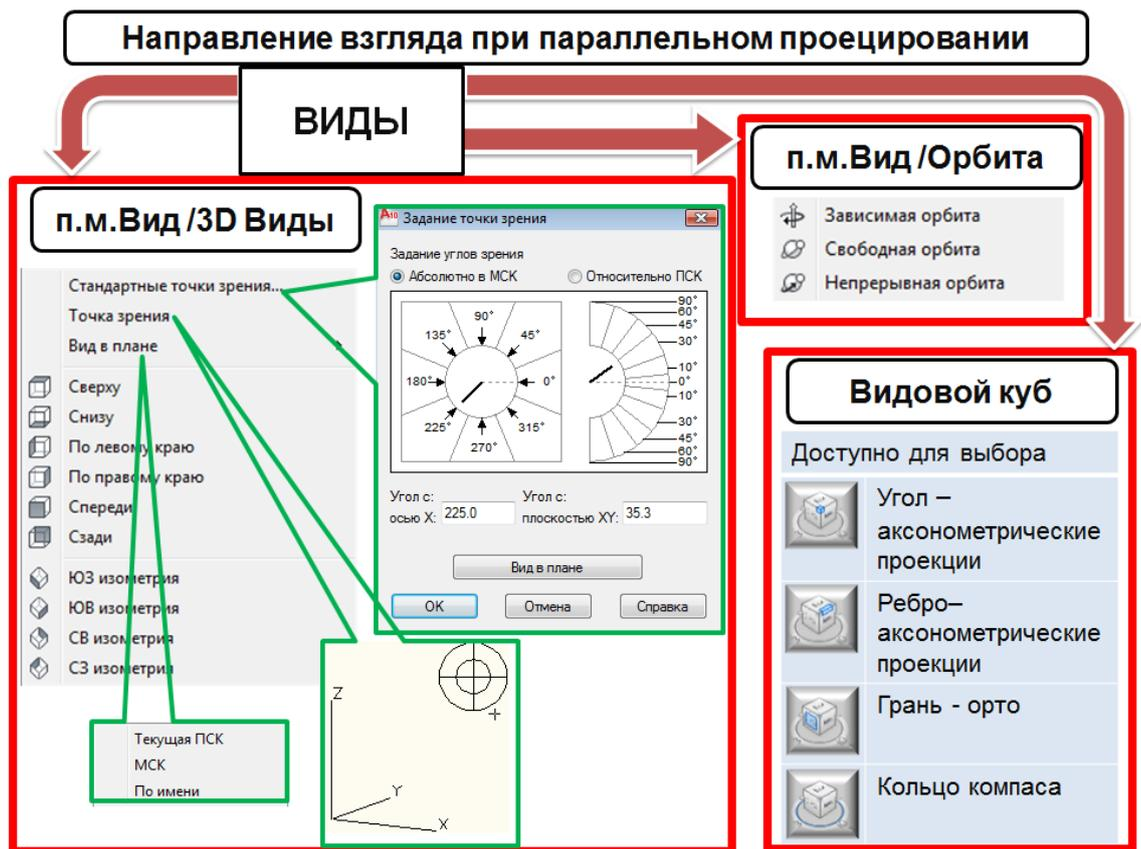

Рис.3.3. Направление взгляда при параллельном проецировании.
**Пример 1:** Задать точку А, используя ее проекцию на плоскость ХОУ(рис.3.3).